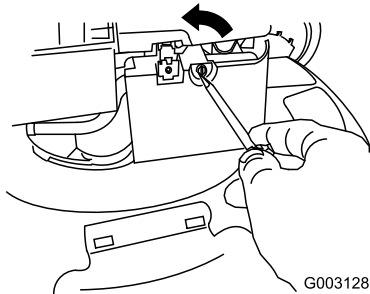

Figure 35
2. Ouvrez le couvercle du filtre à air avec un tournevis (Figure 35).